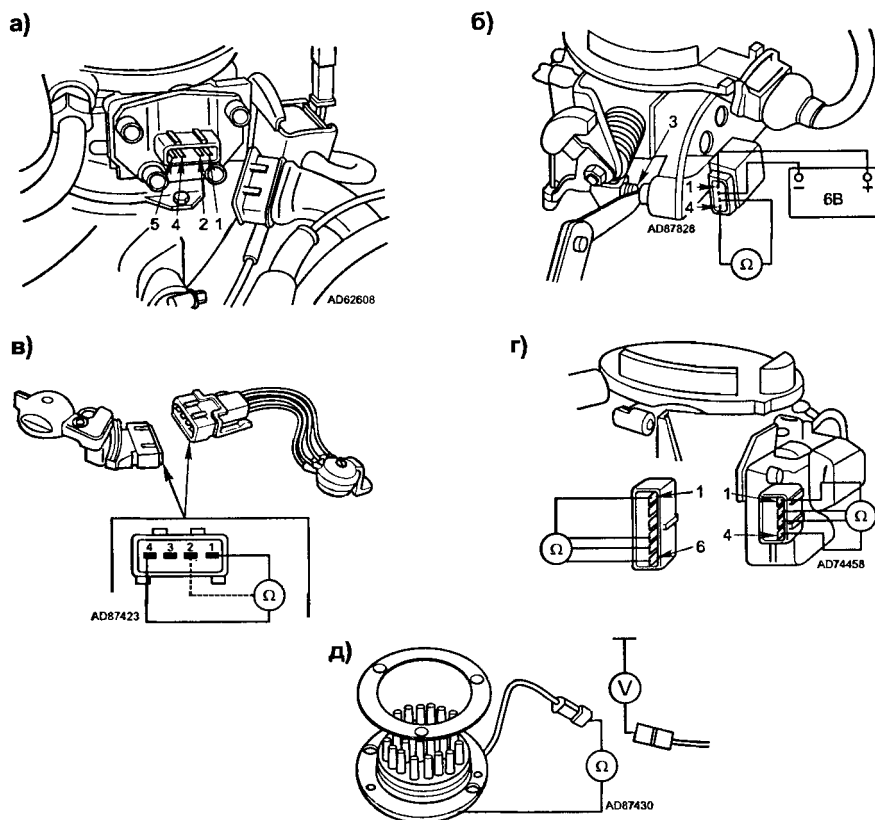

Рис. 2.3.6. Проверка компонентов впускной системы
Отсоединить разъем датчика TP и проверить сопротивление между соответствующими контактами TP в различных положения дроссельной заслонки (см. рис. 2.3.6а и табл. 2.3.2). При перемещении дроссельной заслонки величина сопротивления должна изменяться плавно без провалов.
- отсоединить разъем актюатора ISC и, используя внешний источник постоянного напряжения величиной около 6 В (применение источника более 6 В может вывести из строя актюатор ISC) собрать диагностическую схему (см. рис. 2.3.6б);
- используя контрольный щуп толщиной 0,5 мм, проверить срабатывание концевика СТР — в позиции «3» щупа (см. рис. 2.3.6б), сопротивление между контактами 3 и 4 разъема ISC должно быть около 200 Ом, а при извлечении щупа — бесконечно большим;
Проверить изменение сопротивления IAT — контакты 1—4 (для AEA — 1—2) разъема форсунки (см. рис. 2.3.6в и табл. 2.3.3), в зависимости от темпе-
Отсоединить разъем актюатора ISC и измерить сопротивление между контактами в соответствии с табл. 2.3.4 (см. рис. 2.3.6г).
- отключить разъем нагревателя впускного коллектора от жгута электропроводки (см. рис. 2.3.6д) и измерить сопротивление термоэлемента, его величина должна быть в пределах 0,25...0,50 Ом;